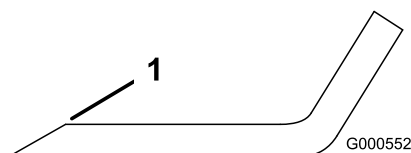
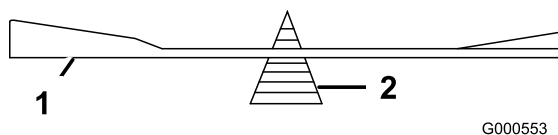

Figure 55
Figure 56
- Au moyen d'une lime, aiguisez les tranchants aux deux extrémités de la lame (Figure 55). Veillez à conserver l'angle de coupe d'origine. Limez la même quantité de métal sur chacun des deux tranchants pour ne pas déséquilibrer la lame.
- Vérifiez l'équilibre de la lame en la plaçant sur un équilibreur (Figure 56). Si la lame reste horizontale, elle est équilibrée et peut être utilisée. Si la lame est déséquilibrée, limez un peu l'extrémité de la partie relevée seulement (Figure 55). Répétez la procédure jusqu'à ce que la lame soit équilibrée.